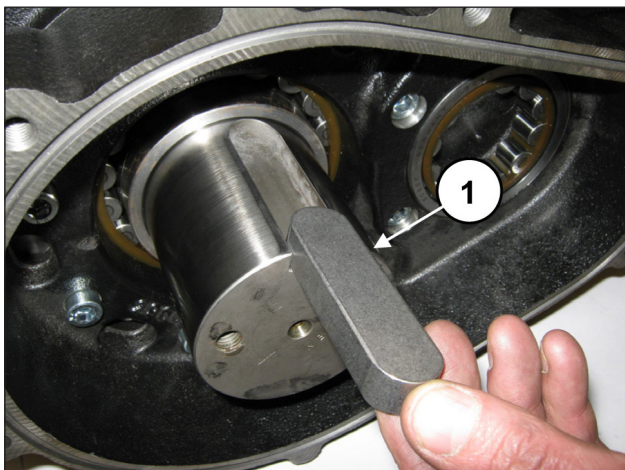
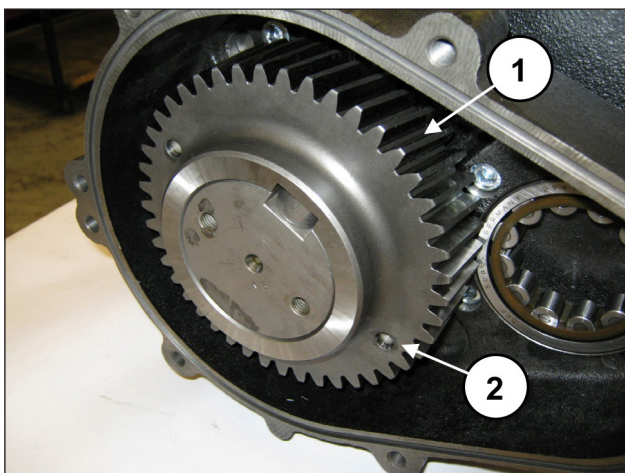

Fig. 74
Fig. 75
Introducir la lengüeta 22x14x80 en el alojamiento del eje (pos. ①, Fig. 74) e introducir la corona en el eje (pos. ①, Fig. 75).
**Montar la corona de modo que los dos orificios M8 utilizados para la extracción estén orientados hacia la parte externa de la bomba (pos. ②, Fig. 75).**